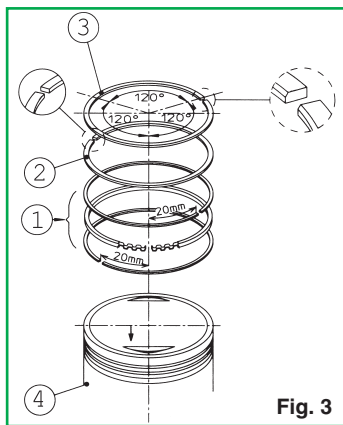

Fig. 3
- Introduire l'expandeur du segment racleur d'huile dans la gorge spéciale sur le piston, monter l'élément inférieur puis l'élément supérieur en complétant le montage du racleur d'huile (Fig. 3 - Dét. 1).
- Monter le deuxième segment avec l'inscription N tournée vers la partie supérieure du piston comme indiqué Fig. 3 - Dét. 2.
- Monter le premier segment chromé de compression avec l'inscription N tournée vers la partie supérieure du piston comme indiqué Fig. 3 - Dét. 3.
Mettre en place les segments comme indiqué Fig. 3.
- Vérifier à nouveau que les segments sont bien positionnés comme indiqué Fig. 3.